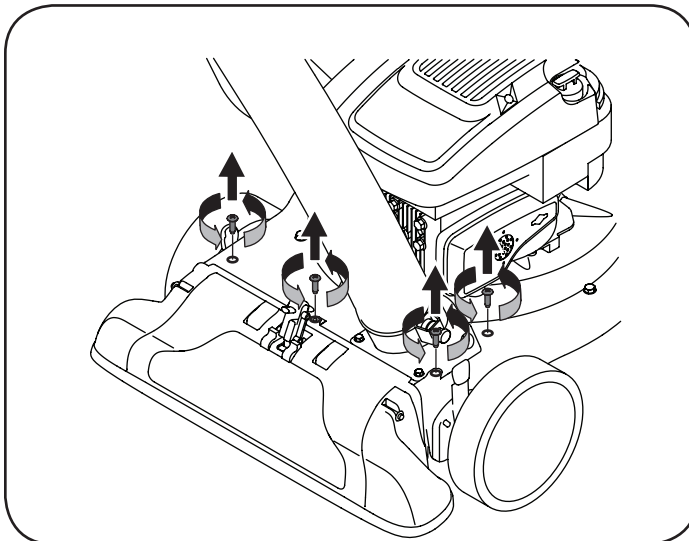

Figura 24
6. Saque los cuatro tornillos de la caja superior que ajustan la cubierta del pico. Vea la figura 24.